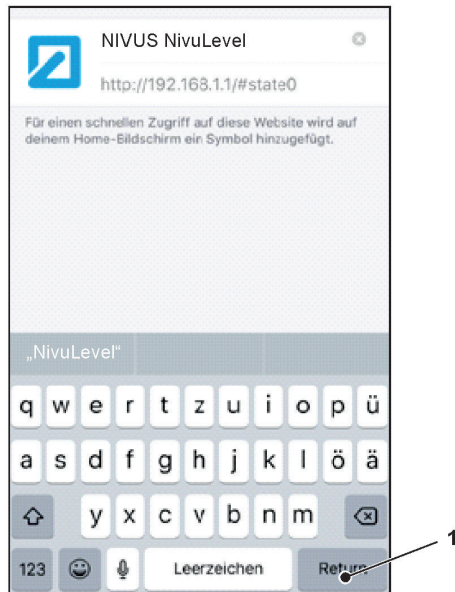

Abb. 29-18 Hinzufügen bestätigen
10. Mit „Return“ bestätigen (Abb. 29-18 Pos. 1).